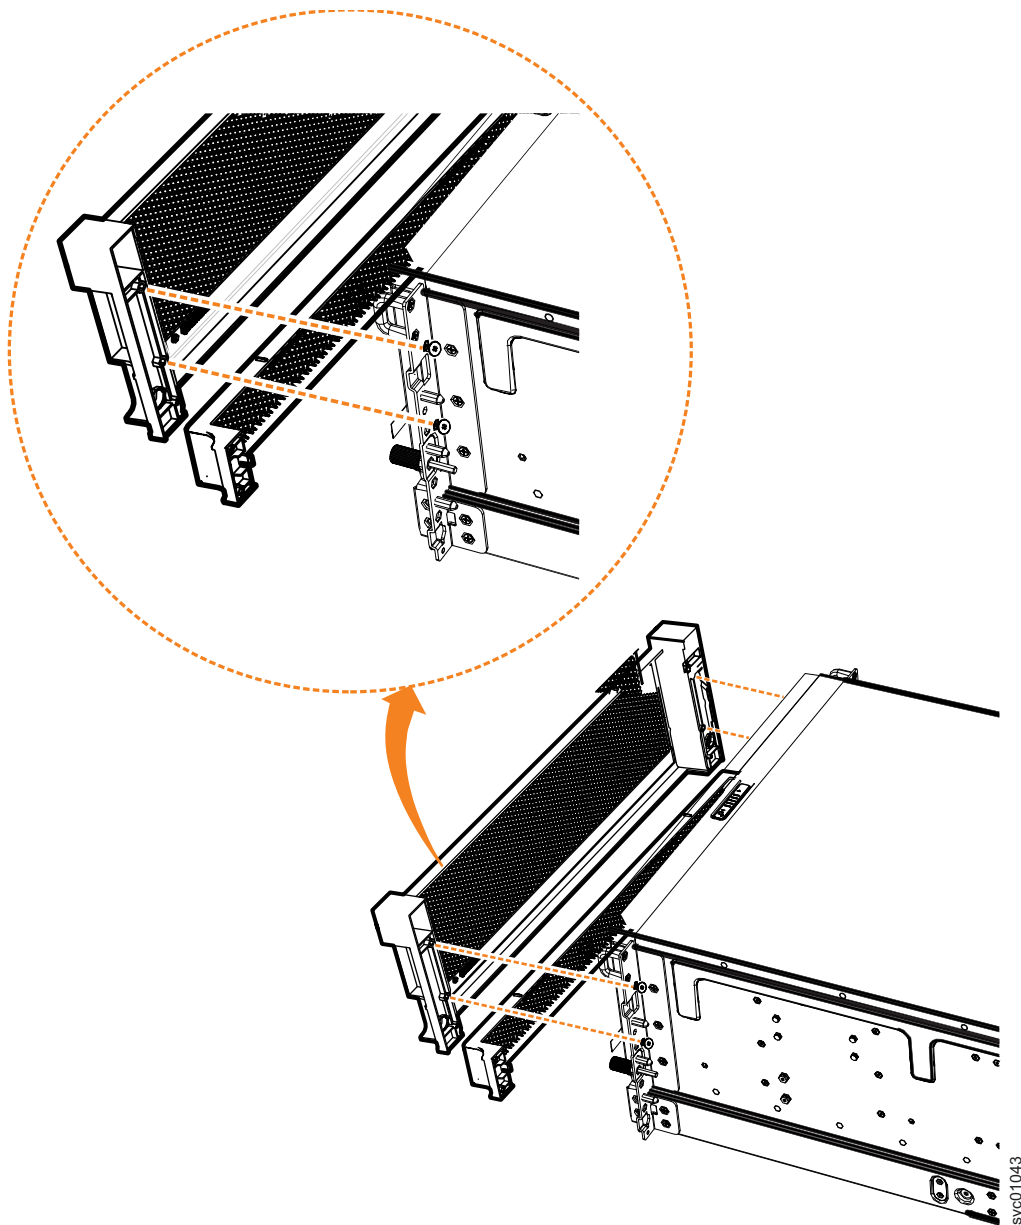

図 67. 拡張エンクロージャーからの鼻隠しコンポーネントの取り外し
2. 92 ページの図 67 に示すように、鼻隠しをシャーシの両側のフランジに固定している 2 本のねじを取り外して、前面鼻隠しを取り外します。
3. 図 67 に示すように、PSU 鼻隠しの両側を慎重に引いて、シャーシから取り外します。PSU 鼻隠しが、シャーシの両側に PSU 鼻隠しを結合しているスロットとピンから外れます。